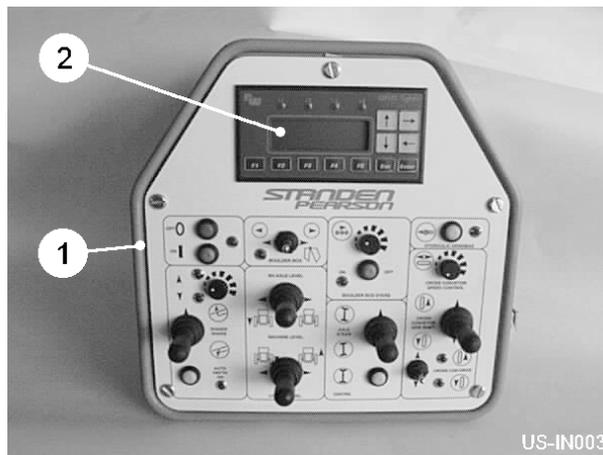

Fig 5
Controle los interruptores subidos sobre la caja de control de in-cab (item 1, fig 5) para el comandante junto a el que las funciones del Standen Unistar son proveídas electrónicamente cambiando de las válvulas sobre la máquina vía un sistema de control de lata - autobús. Las funciones pueden ser monitoreado de la pantalla de visualización de caja de control (item 2, fig 5). Se poner y monitorear pueden ser llevado siguiendo las instrucciones en los CAN-Bus instrucciones operativas.